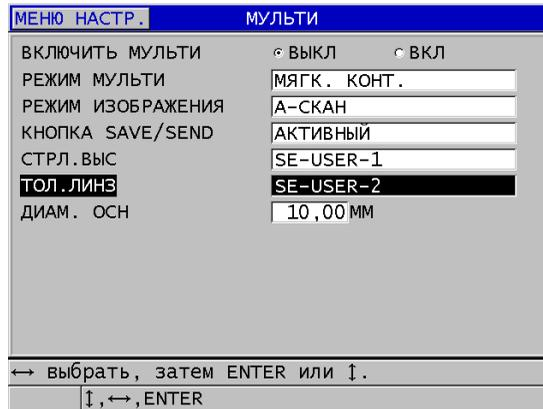

Рис. 7-9 Настройка параметров мульти-измерения в режиме мягкий контакт
5. В окне **МУЛЬТИ** (см. Рис. 7-9 на стр. 122):